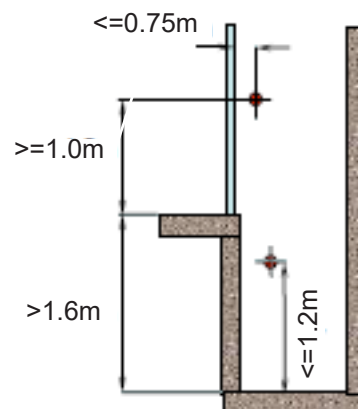

Bild 8.2: Placering av stoppknappar om grop $> 1,6\text{m}$
- 8.2 Om schaktgropen är djupare än 1,6m (se bild 8.2 till höger nedan):